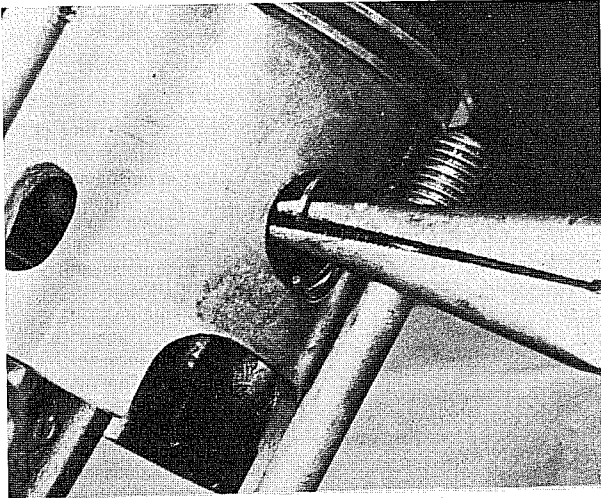
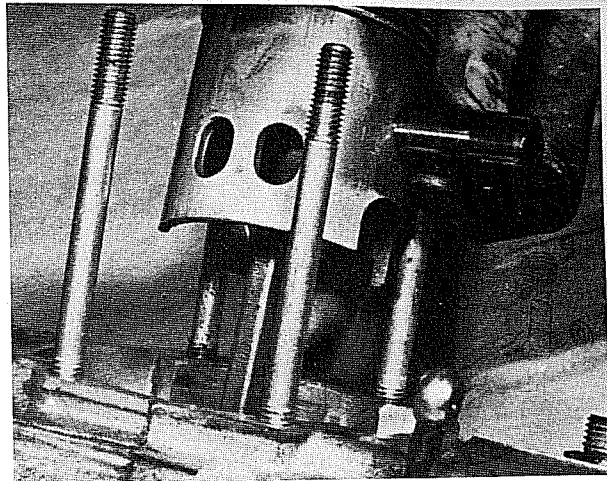

Bild 38
Bild 39
- Vor dem Ausbau des Kolbens den Kolbenboden entkohlen, um den kleinen Markierungspfeil freizulegen, der sich auf jedem Kolbenboden befinden sollte und in Fahrtrichtung weisen muss. Beide Kolbenbolzensicherungen herausnehmen (Bild 38) und den Kolbenbolzen ausdrücken (Bild 39). Bei sehr strammem Sitz des Bolzens sollte man zuerst den Kolben anwärmen z. B. mit einem in kochendem Wasser getränkten Lappen.